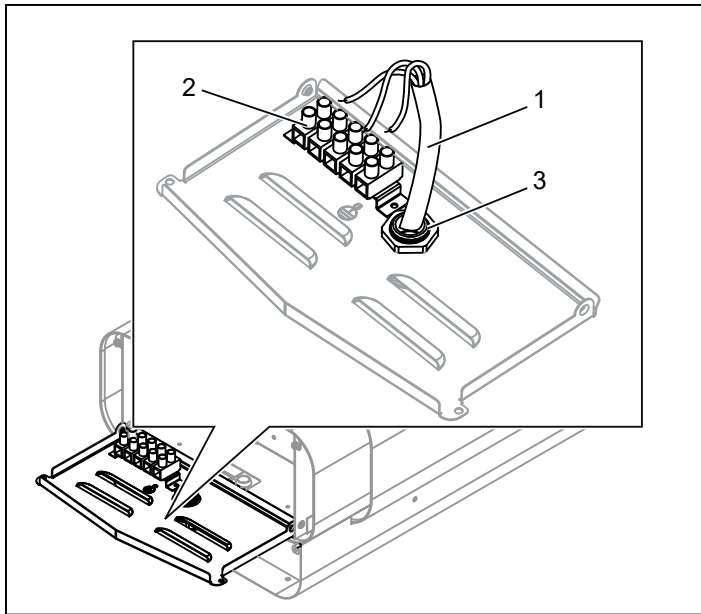

Abbildung 6: Anschluss
3. Bringen Sie die Zugentlastungen (3) an und verbinden Sie das Elektrokabel (1) mit der Klemme (2) (siehe Abbildung 6), wie im Schaltplan gezeigt (siehe Anschlussdiagramm/Schaltplan, Abb. 19).